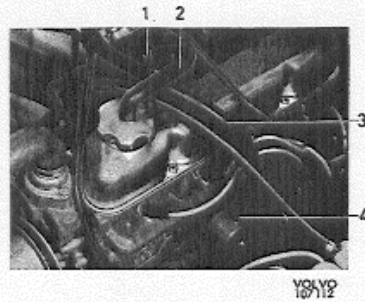

Abb. 28
Alle 40 000 km sind der Nippel (1, Abb. 28 bzw. 29), die Schläuche (2 u. 3) sowie der Flammenschutz (4) auszubauen und zu reinigen. Harte oder schadhafte Schläuche austauschen.